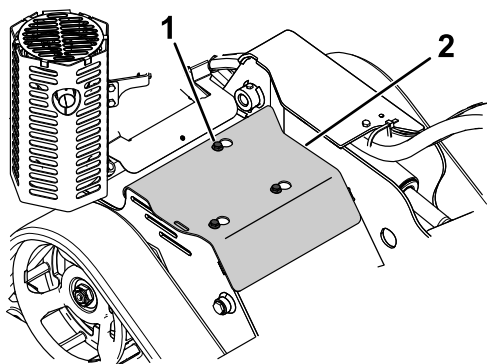

図 23
3. カバープレートをフレームに固定しているボルト3本を交互にゆるめてカバーが動くようにする 図 23。
5. 運転する時は必ずカバーを取り付ける。カバープレートを所定位置にセットし、外す時にゆるめたボルト3本で固定する 図 23。